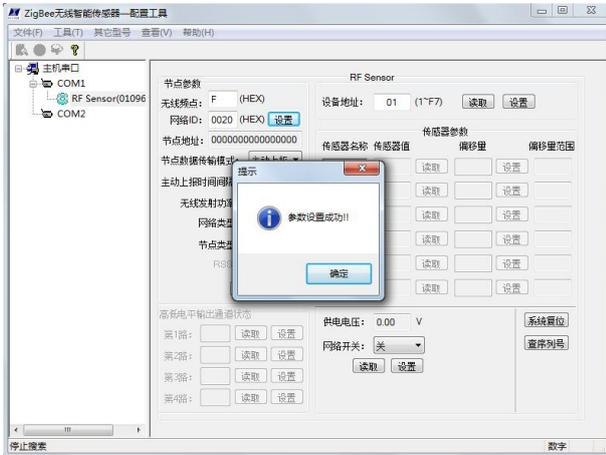

图 6-5
以上两个参数设置完成后请单击网络 ID 后面的“设置”按钮，返回提示对话框，如图 6-5 所示，参数设置成功!!，单击“确定”按钮
参数设置完成后请单击 RSSI 参数下边的“设置”按钮，返回提示对话框，如图 6-5 所示，参数设置成功!!，单击“确定”按钮，可通过单击“读取”按钮来读出以上四个参数。
- E、设备地址：1-F7 可设，可通过设备地址来区分数据来源与节点地址功能类似。设置完成后单击后面的“设置”按钮，返回提示对话框，如图 6-5 所示，参数设置成功!!，单击“确定”按钮；